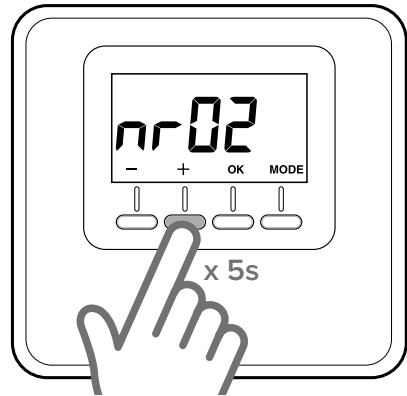

Fig. 15
- Pulsar 5 segundos la tecla “+” en el sensor ambiente. El display muestra el parámetro “nr02” (Fig. 15).